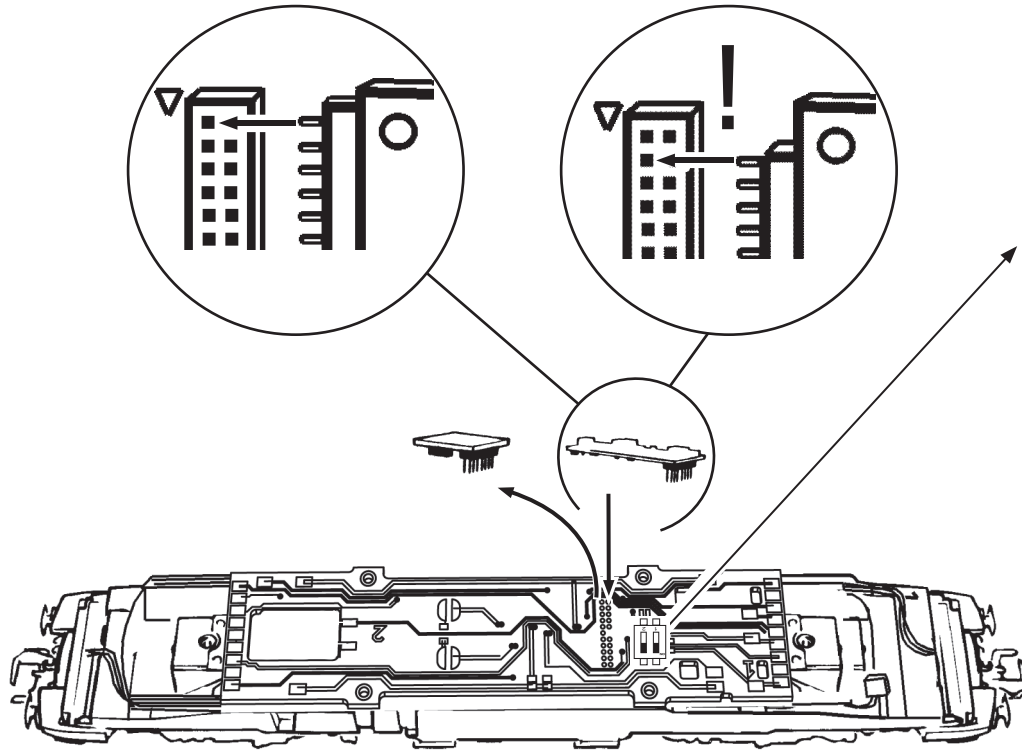

Fig. 8
2. Schmierung: Versehen Sie die im Schmierplan in Fig. 8 gekennzeichneten Stellen mit nur **kleinen Öltröpfen**. Dazu zuerst das Lokgehäuse abnehmen (Fig. 3). Wir empfehlen den **ROCO Öler Art.-Nr. 10906**. Fürs Schmieren der Getriebeteile (Zahnräder, Schnecke) empfehlen wir das **ROCO-Spezialfett Art.-Nr. 10905**. Im Falle der Schmierung diese Teile **nicht ölen**.
2. Lubrication: Apply **tiny oil drops** to spots marked in fig. 8. Prior to lubrication dismantle locomotive (fig. 3). We recommend using item no. **10906, Roco oiler**. For lubrication the gearparts (e.g. cogwheels, worm) we should recommend our Roco **special grease** (item no. **10905**).
2. Smörjning: Lägg små droppar olja på platserna som vitsas på fig. 8. **ROCO:s olja art. nr: 10906** rekommenderas för detta. Använd **ROCO:s specialfett art. nr. 10905** för smörjning av kuggjul. Om dessa delar redan är smorda/infettade vänta med smörjning/infettning till ett senare tillfälle.